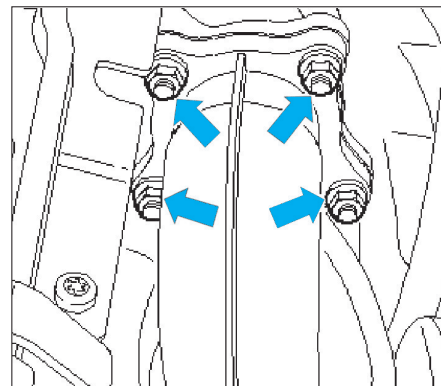

Fig. 53
- Déposer les écrous de fixation du turbocompresseur (Fig.53).